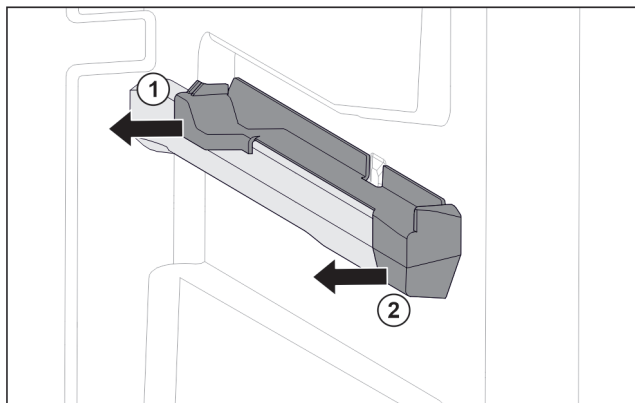

Fig. 97 Tillsats på den högra behållarens galler
- Dra bort tillsats i bak i sidled. Fig. 97 (1)
- Dra bort tillsats i fram i sidled. Fig. 97 (2)